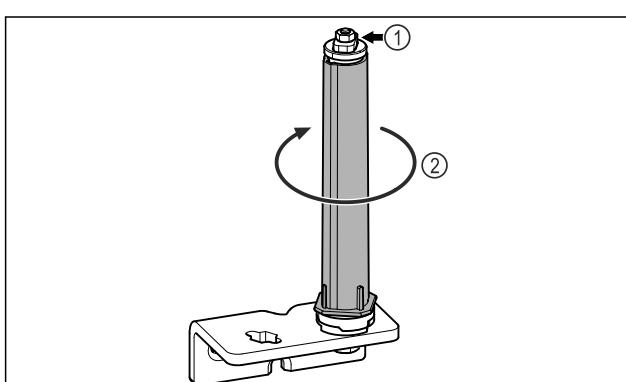

Fig. 18
- ▶ Nerozoberajte systém zatvárania dverí Fig. 18 (1).
- ▶ Otáčajte systém zatvárania Fig. 18 (2), kým nezavakne.